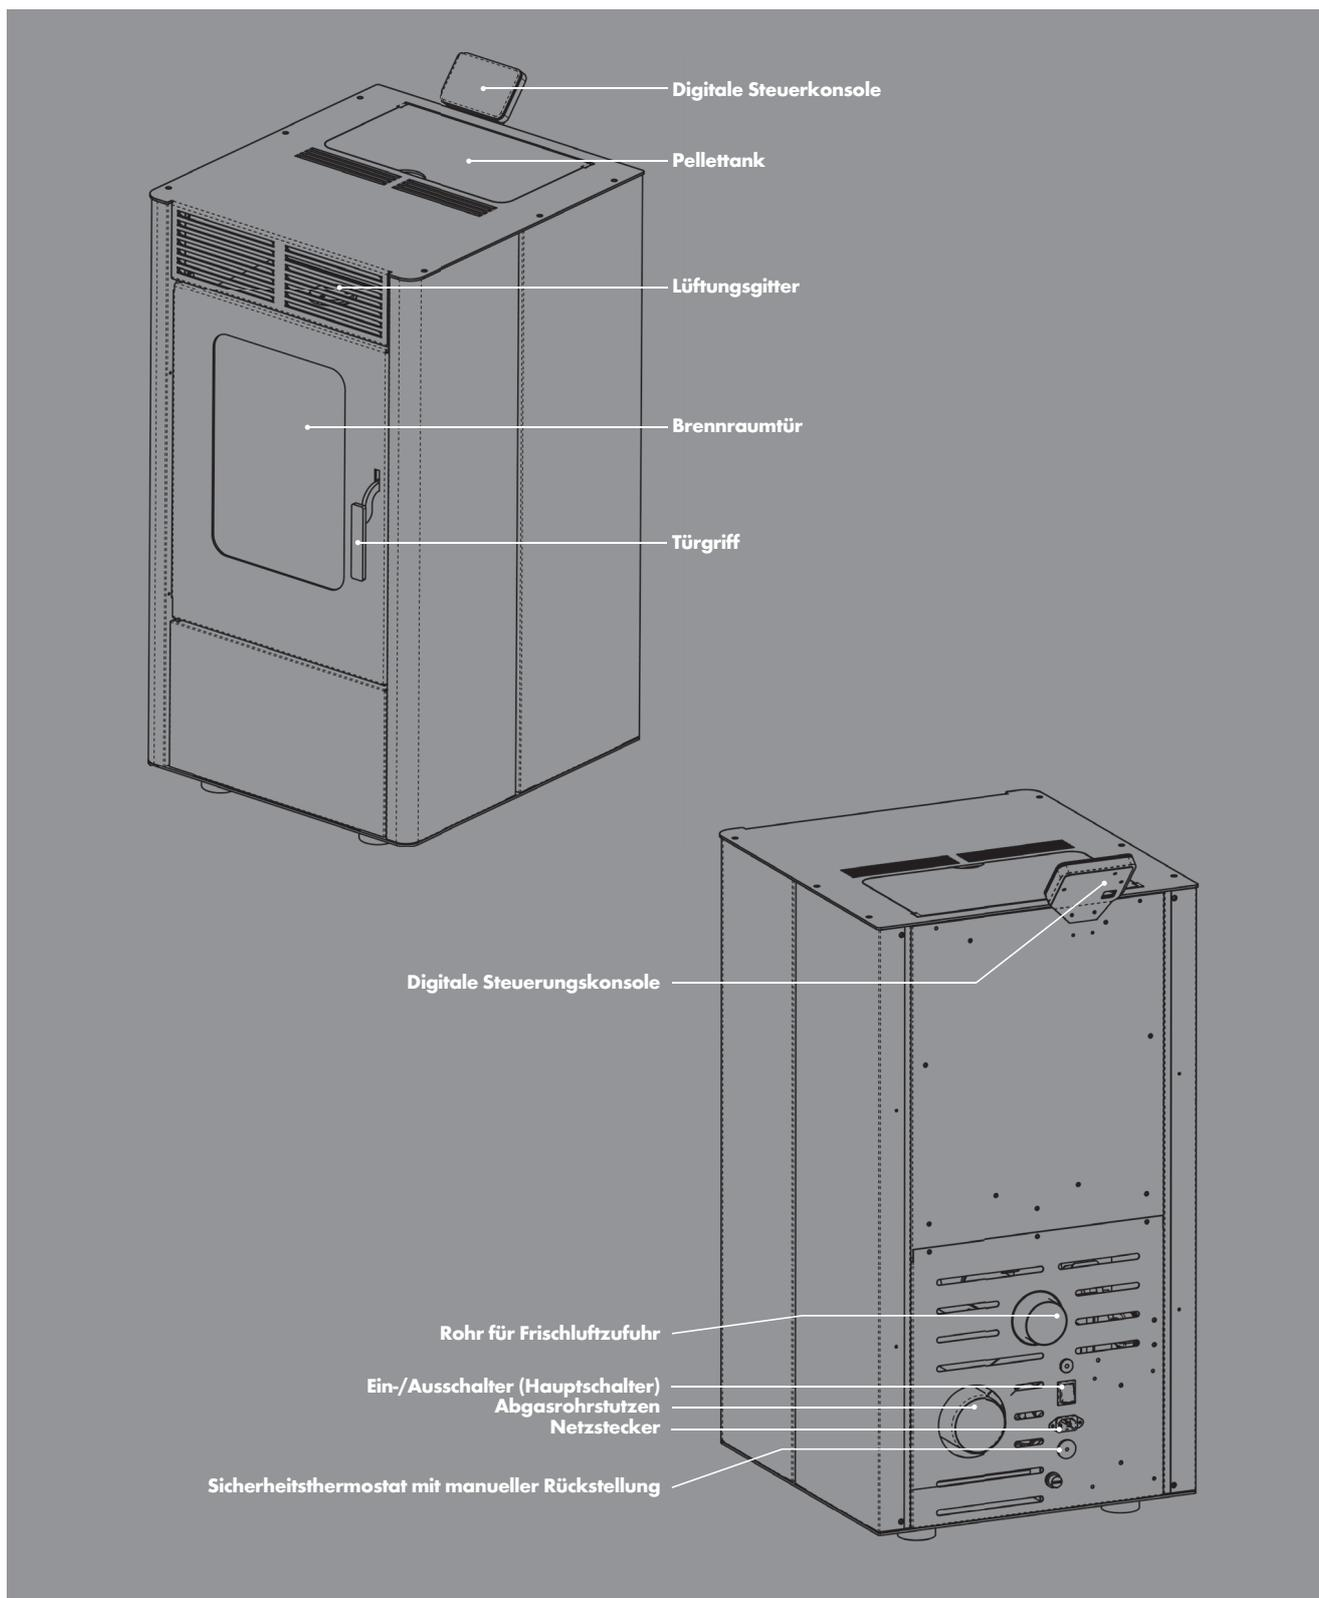
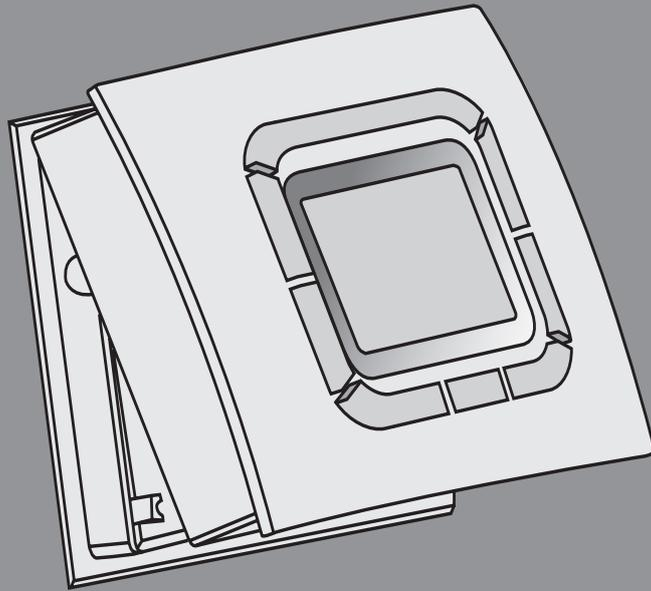

Abb. 1a: Geräteübersicht (Abbildung modellabhängig)
Abb. 2: Display-Montage
1. Schließen Sie einen dafür geeigneten hitzebeständigen Schlauch bzw. Luftkanal ( $\varnothing$  60 mm, max. Länge 2,0 m) am Luftansaugrohrstutzen (siehe Abb. 1a) an der Geräterückseite an.
Schalten Sie das Gerät am Ein-/Ausschalter (siehe Abb. 1a) ab. Lösen Sie das Frontteil. Drücken Sie hierfür fest auf die mit „PUSH“ gekennzeichnete Keiltaste an der Display-Unterseite. Entnehmen Sie das Frontteil, indem Sie es nach oben klappen (siehe Abb. 2).
1. Vergewissern Sie sich, dass der Ein-/Ausschalter (Hauptschalter, siehe Abb. 1a) auf der Position 0 steht.
2. Schließen Sie das beiliegende Netzkabel zunächst am Gerät an. Die Anschlussbuchse für das Netzkabel befindet sich unterhalb des Hauptschalters auf der Geräterückseite (siehe Abb. 1a). Stecken Sie dann das Netzkabel in eine geerdete, durch einen FI-Schutzschalter abgesicherte Steckdose (230 V~50 Hz).
3. Bringen Sie nun den Ein-/Ausschalter (Hauptschalter, siehe Abb. 1a) auf Position I. Das Gerät ist nun betriebsbereit und das Display zeigt die folgenden Informationen: